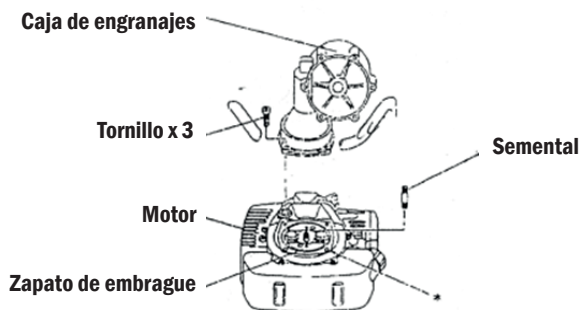

Fig.1
1. La caja de engranajes de motores (Fig.1)